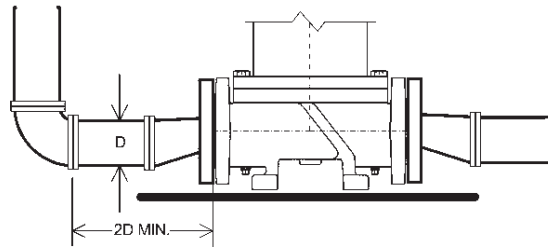

Figura 8: Codos de la tubería
1. Se debe evitar el uso de codos cerca de la succión de la bomba. Debe haber un mínimo de dos diámetros de tubería recta entre el codo y la entrada de succión (Consulte la Figura 8). Todos los codos deben ser de radio largo.